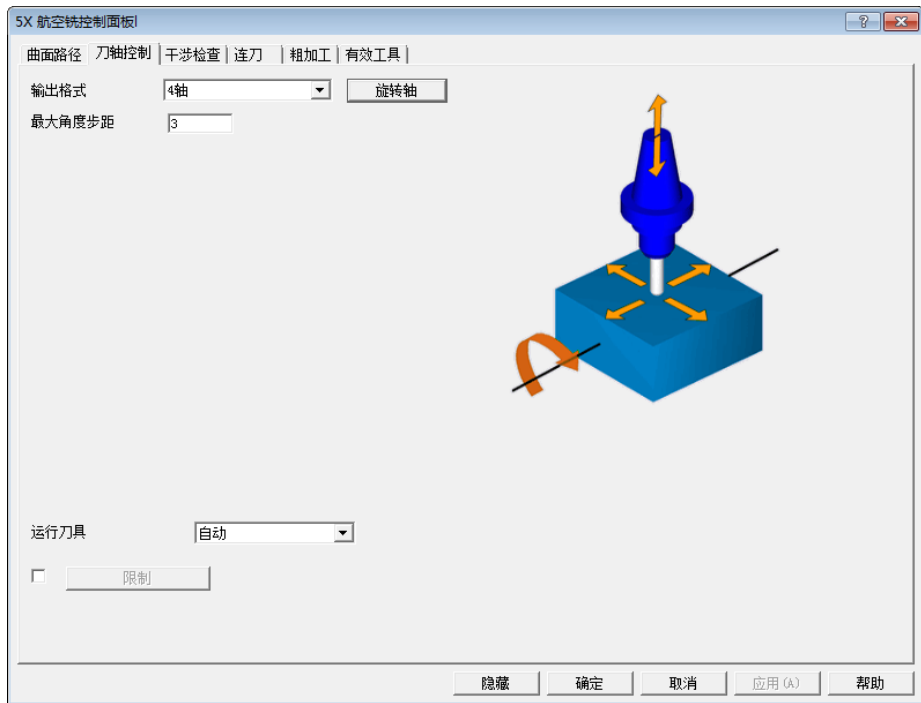

图 4-65 “刀轴控制” 选项卡
- 选择“刀轴控制”选项卡，选择“输出格式”为“4轴”，设置“最大角度步距”为“3”，如图4-65所示。